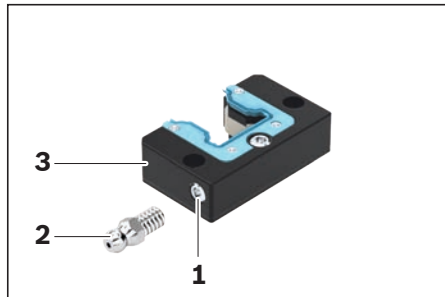

图 1
- ▶ 从润滑孔上拆下螺塞（图 1, 件号 1），并保管好。
根据曲线图 1，当达到补充润滑周期后，则必须根据表 1 给出的油量，加注润滑剂。